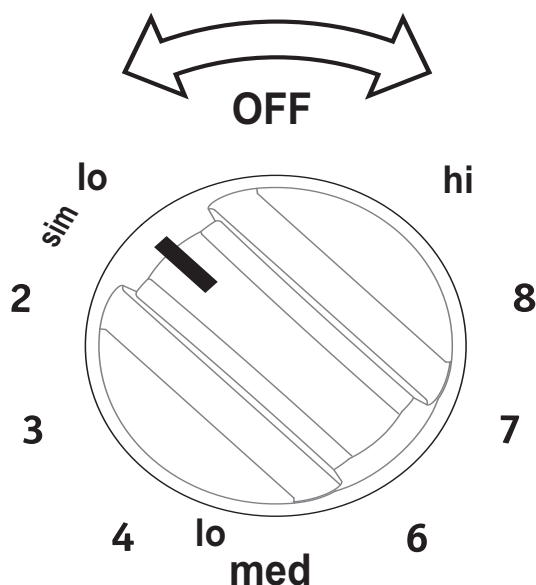

Figure 5 : Le bouton de commande illustré peut différer selon le modèle de la cuisinière
2. Appuyez sur le bouton de commande de l'élément et tournez-le dans une direction ou dans l'autre, jusqu'au réglage désiré (voir figure 5). Commencez la plupart de vos cuissons par un réglage élevé, puis diminuez la chaleur pour terminer la cuisson. Chaque élément de surface fournit une quantité de chaleur constante à chacun des réglages. Une zone de couleur rouge brillante qui dépasse du bord inférieur de l'ustensile indique que ce dernier est trop petit pour la zone de chauffage utilisé.